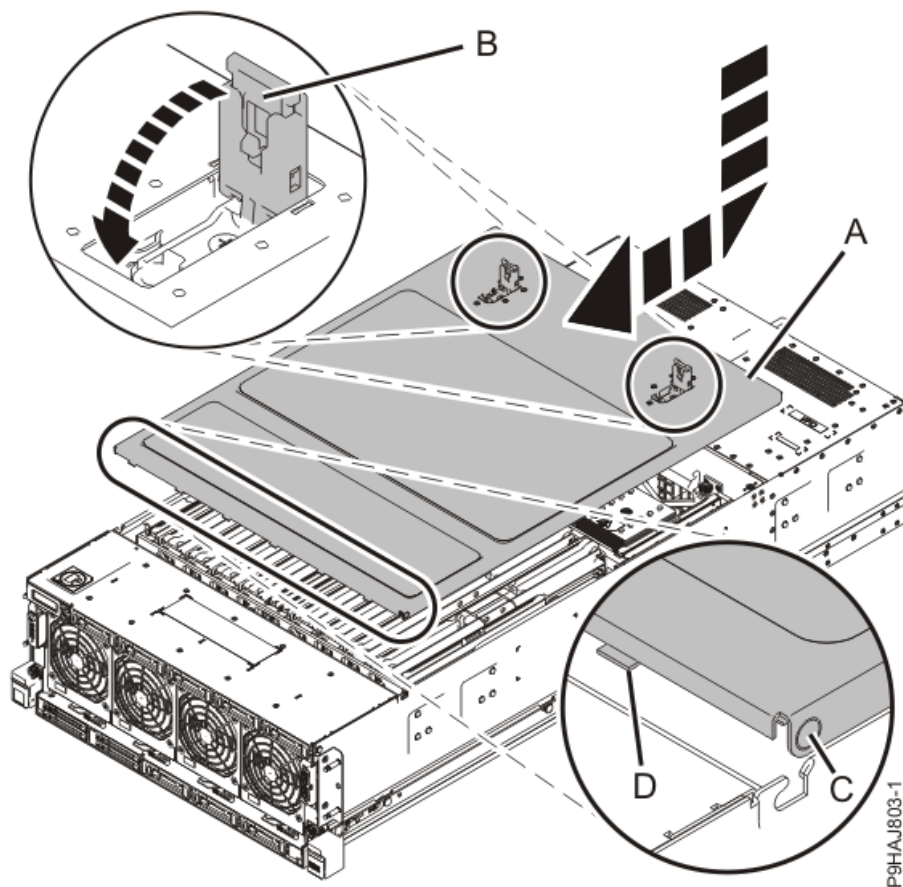

图 19 安装机箱盖
- a. 移动机箱盖 (A)，如图 19 所示。
- b. 按图 19 所示方向推机箱盖，扣上卡扣 (B)。